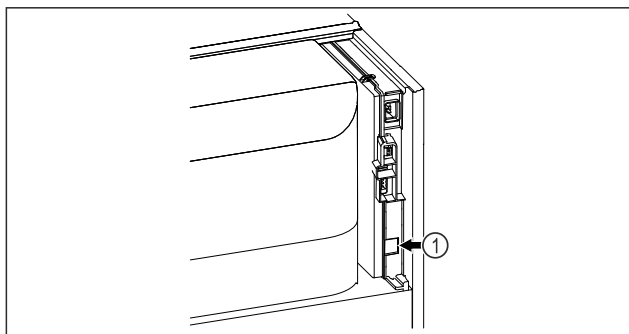

Fig. 134
- SmartModule Fig. 134 (1) встановлено.